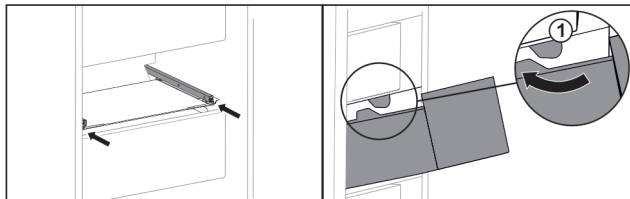

Fig. 149
- ▶ Schubfach um die Stopper Fig. 149 (1) herumführen.